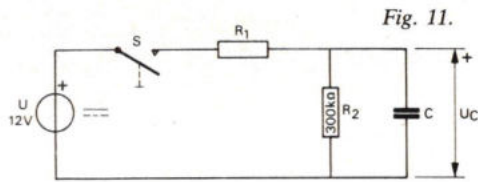
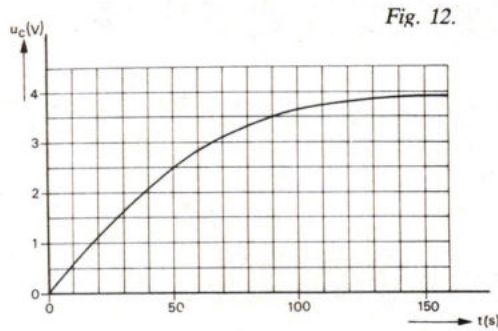
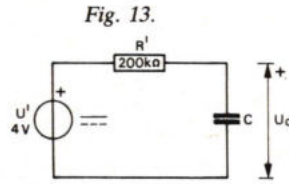

Fig. 11.
Fig. 12.
Fig. 13.
3. Op het ogenblik $t = 0$ wordt de schakelaar S in fig. 11 gesloten. De spanning U_c verloopt dan volgens fig. 12. Bepaal de waarde van R_1 en die van C.
Volgens fig. 12 stijgt de spanning U_c tot $4 \text{ V} = \frac{1}{3} U$. Daarom moet R_1 gelijk zijn aan $2 R_2$, dus $R_1 = 600 \text{ k}\Omega$. Om C te bepalen vervangen we U, R_1 en R_2 volgens Thévenin door het schema van fig. 13. De spanning U_c verloopt nu volgens fig. 12. Na een tijd $t = RC$ is U_c gestegen tot 63% van de eindwaarde, dus $0,63 \times 4 \text{ V} = 2,5 \text{ V}$. We zien dat dit het geval is bij $t = 50 \text{ s}$, waaruit volgt $RC = 200 \cdot 10^3 \text{ C} = 50 \text{ s}$, dus $C = \frac{1}{4} \cdot 10^{-3} \text{ F} = 250 \text{ }\mu\text{F}$.